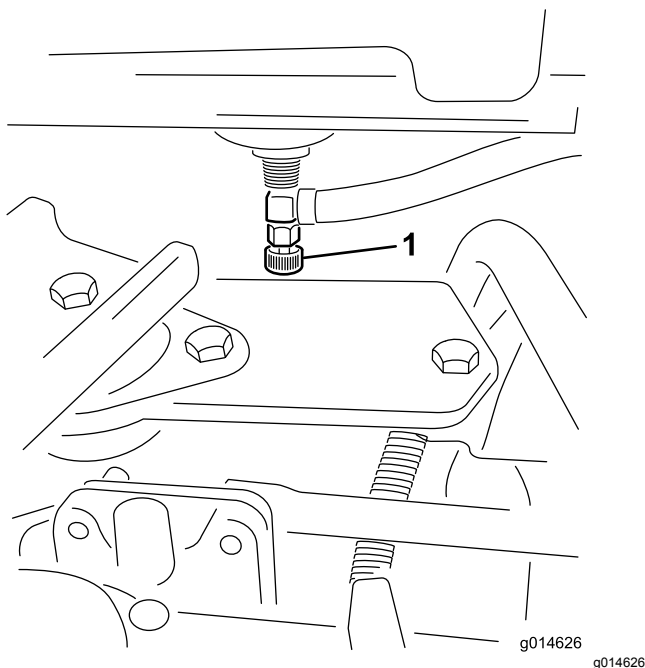

Рисунок 44
1. Закройте топливный отсечной клапан (Рисунок 44) под топливным баком.